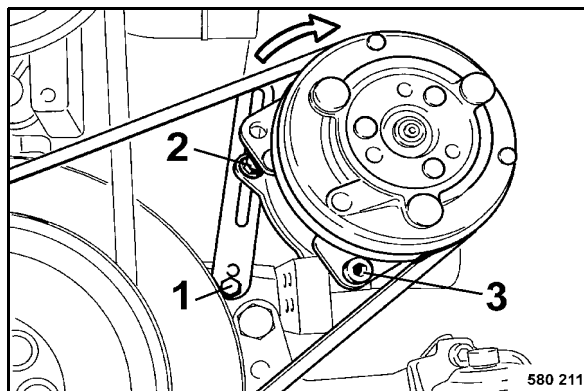

Fig. 137
- Desserrer légèrement les vis de fixation 1, 2 et 3 (Fig. 137).